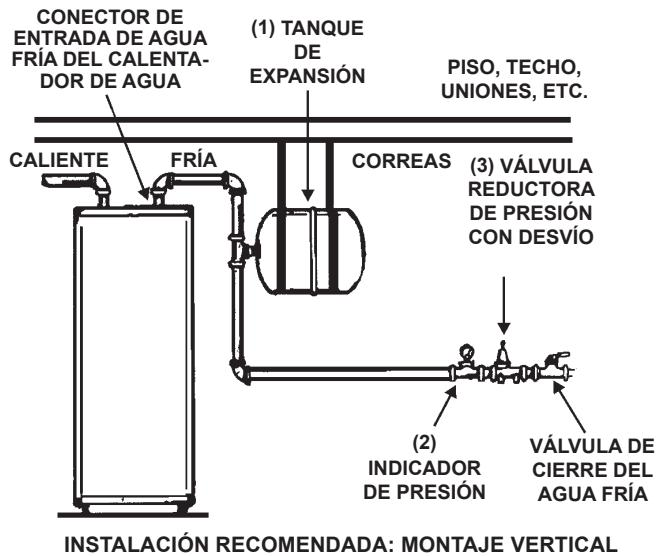

FIGURA 2.
3. El tanque de expansión está diseñado para apoyarse en las tuberías del sistema en posición vertical. Sin embargo, si se debe instalar el tanque de expansión en posición horizontal, como se muestra en la figura 2, debe apoyarse mediante correas adecuadas (no incluidas).